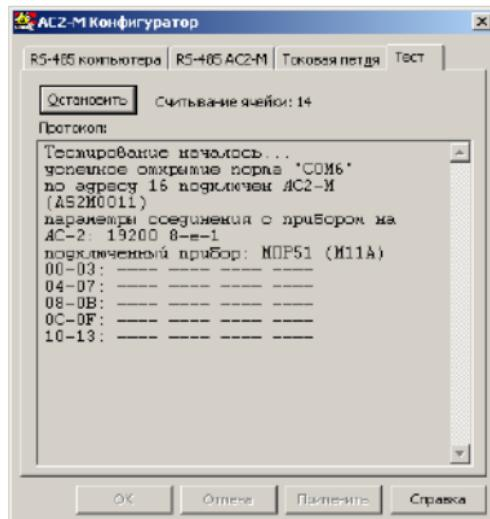

Рисунок 9.5 - Конфигуратор AC2-M. Вкладка «Тест», проведение тестирования
9.8 Вкладка **«Тест»** (рис. 9.5, 9.6) служит для тестирования рабочих параметров преобразователя и информационного обмена между преобразователем и подключенным через него в сеть RS-485 прибором. В результате тестирования в поле вкладки печатается протокол тестирования.